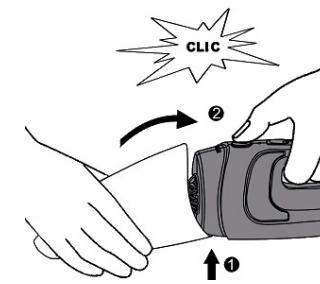
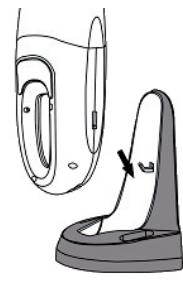

Abbildung 10
Abbildung 11
8. Setzen Sie den Behälter wieder auf den Motorblock, bis die Verriegelung mit einem Klicken einrastet (Abb. 10) und setzen Sie das Gerät auf den Ladesockel (Abb. 11).